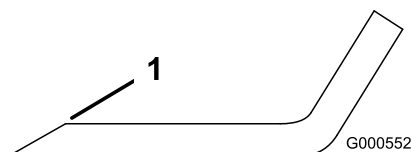

Figure 46
- Au moyen d'une lime, aiguissez les tranchants aux deux extrémités de la lame (Figure 46).
**Remarque:** Si la lame est déséquilibrée, limez un peu l'extrémité de la partie relevée seulement (Figure 46).